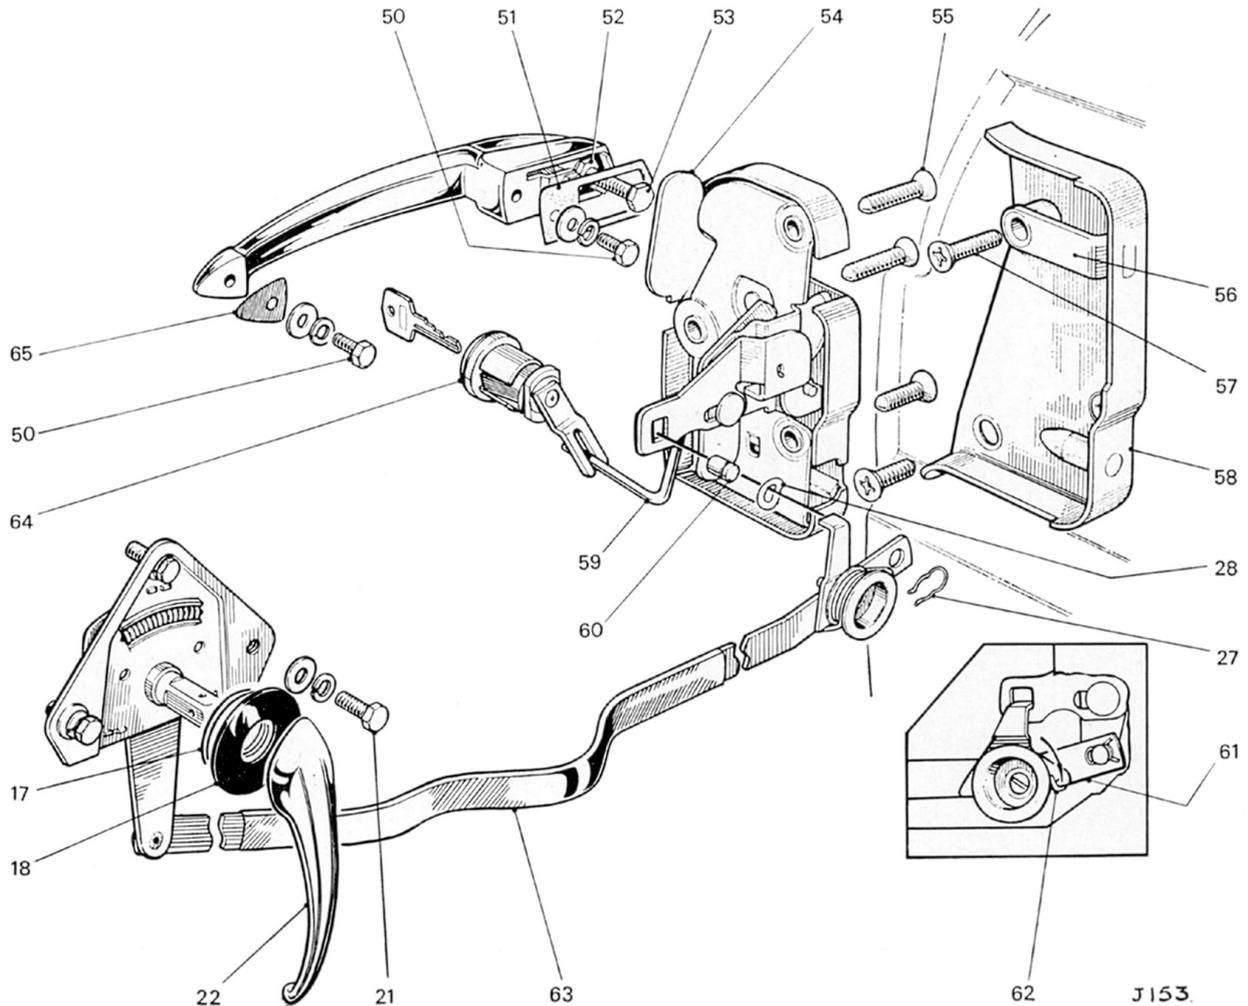

Fig. 35. Vue éclatée de la serrure de sécurité (Spitfire Mk. 2 et Mk. 3)
1&2 Dépose et repose (Fig. 35) - procédure identique au modèle Spitfire 4)
1. Dépose (Fig. 35)
- Retirer les trois vis à tête fraisée (55) retenant le mécanisme de serrure à l'extrémité du panneau d'extrémité de portière.
- Lever le levier de commande de la serrure (60) suffisamment pour permettre de retirer la serrure par l'ouverture dans le panneau extrémité de portière.
1. Dépose (Figs. 35 et 41)
- (a) Retirer les trois vis à tête fraisée (57) et enlever la gâche (58) du montant principal.
- (a) En principe, la gâche (58) ne requiert pas d'intervention, mais lorsqu'un réglage est nécessaire, il doit être effectué en faisant une série d'essais de fermeture de la portière en vérifiant sa position. S'assurer que la gâche est dans un plan horizontal par rapport à l'axe de rotation de la portière et que les vis de fixation sont serrées.